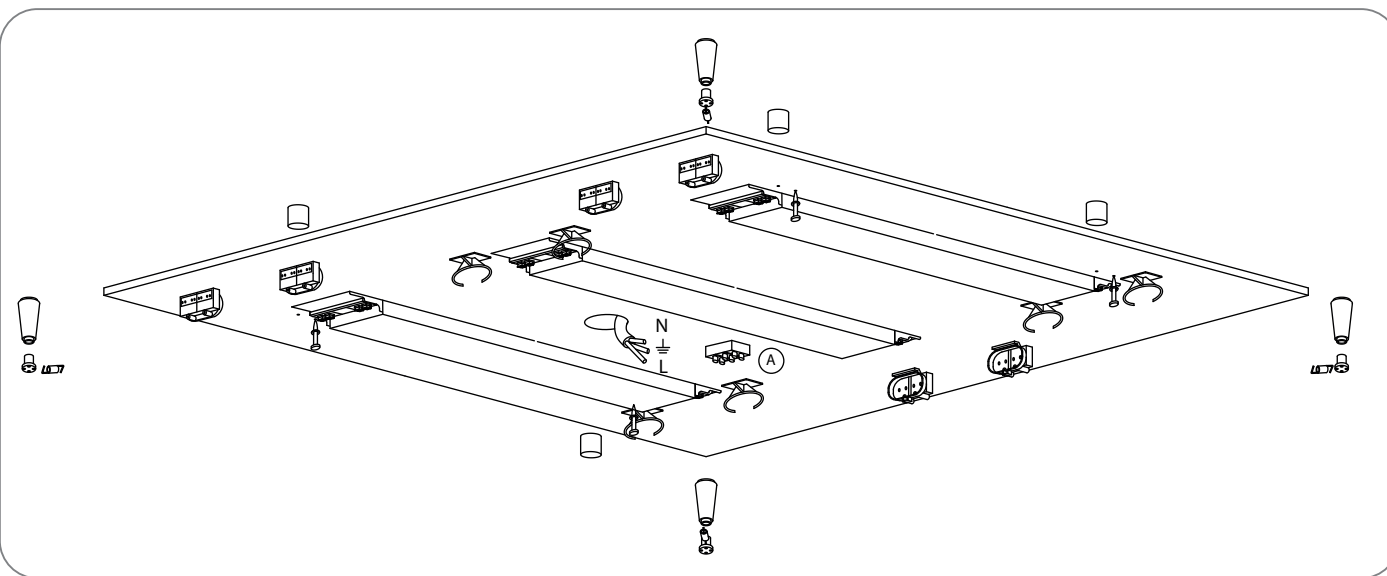

Fig.2
3. Colocar los conos C mediante tacos y tirafondos, como indica la fig 2 y RESPETANDO las medidas que indica la fig 3. NOTA: Utilizar la plantilla para el cálculo de las distancias de los conos, teniendo cuidado de hacer bien tope en el borde de la placa (fig 3). Estas medidas son MUY IMPORTANTES para que la tela quede correctamente colocada.